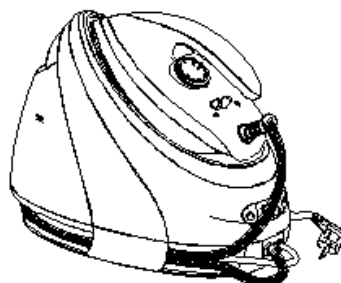

Fig. 5
6. Efectuați operațiile de mai jos pentru a depozita furtunul pentru abur și cablul de alimentare în canelura pentru depozitare: pliați mai întâi furtunul pentru abur, înfășurați-l pe canelură și fixați-l; pliați apoi cablul de alimentare, înfășurați-l pe canelură și fixați-l (a se vedea Fig. 5).